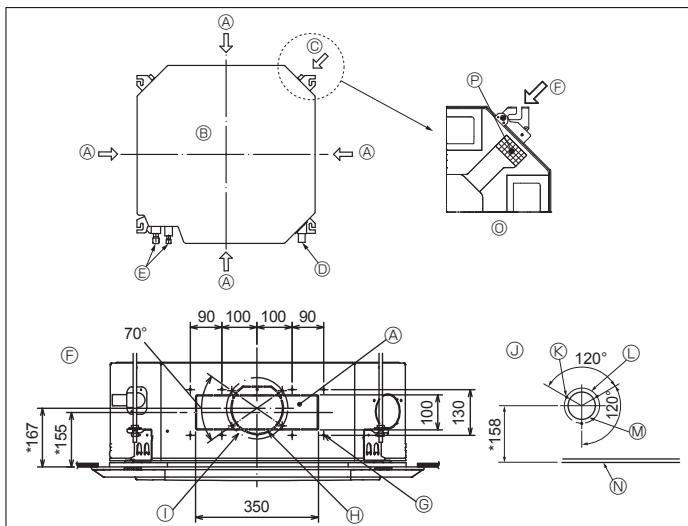

Fig. 3-4
3.4. Hål för grenkanal och för friskluftintag (Fig. 3-4)
Vid installationstillfället, använda du grenkanalerna (hål) som är placerade vid de positioner som visas i Fig. 3-4, när och om det krävs.